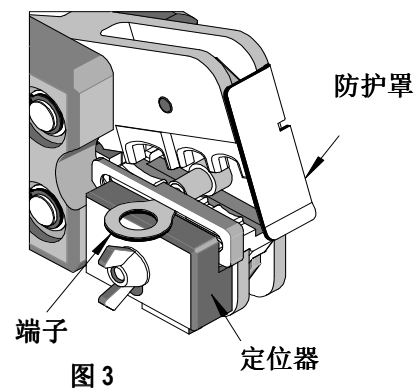

图 3
4. 若使用定位器，则请提起定位器，然后把插有电线的端子插入相应的压接槽中，端子压线框放到定位器托块上并倚住托块。释放定位器叶片可固定住端子。见图3。可以提高